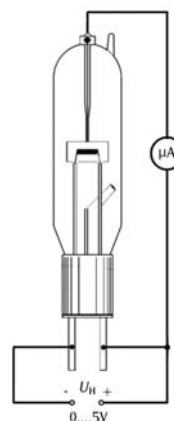

Fig. 2a Montagem de circuito para a comprovação do efeito Edison com a ajuda de um multímetro
- Fazer a ligação segundo Fig. 2a/b.